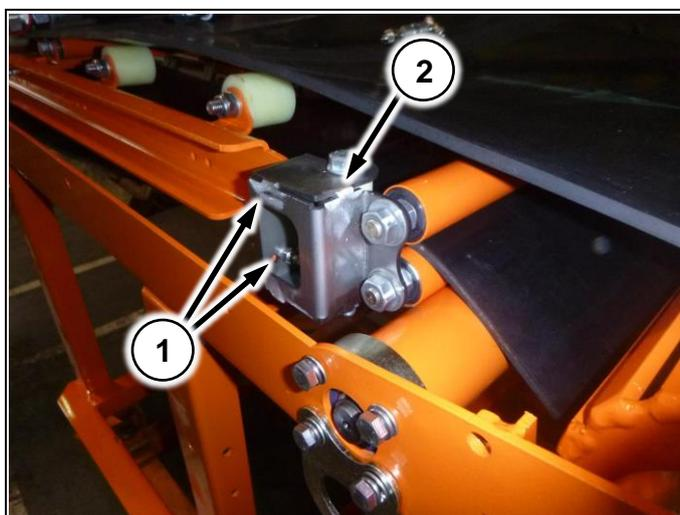

Рис. 130
1. Отверните две гайки (Рис. 130/1)
2. Сдвиньте упоры с обеих сторон ленты (Рис. 130/2) в сторону, противоположную той, в которую сбегает лента, на одно отверстие.).